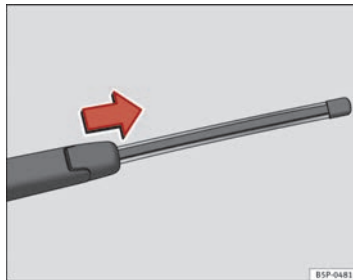

Fig. 186 Extraer la escobilla del limpiapuneta
- Separe el brazo del limpiaventana de la luneta ⇒ fig. 186
- Deslice el adaptador de la escobilla en la dirección de la flecha y retire la escobilla ⇒ fig. 186.